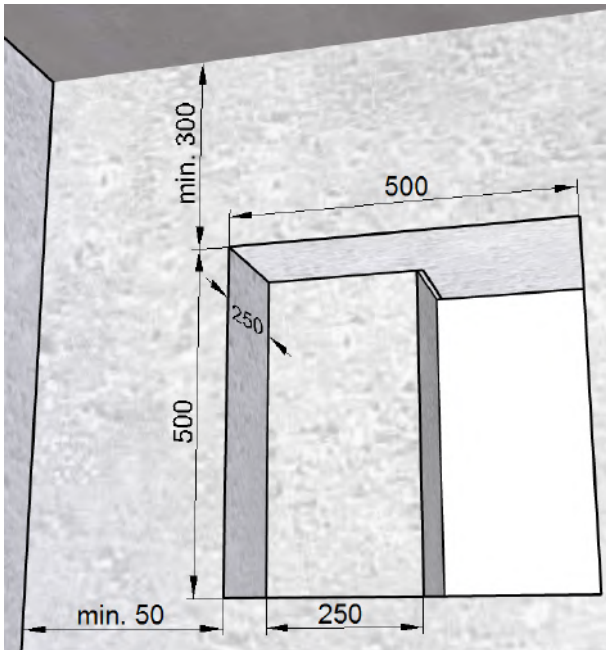

Abb. 7: Mauerdurchbruch für Montageset ohne Füllstück, Maße in Millimeter
- Mauerdurchbruch mit Nische (siehe Abb. 7 auf Seite 14) für Montageset **ohne** Füllstück M-WRG-M/Fü
- Mauerdurchbruch mit Nische (siehe Abb. 7) für Montageset **ohne** Füllstück M-WRG-M/Fü